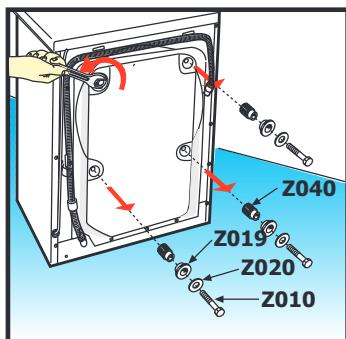

Fig. 1
- Avec une clé Allen de 10 mm, enlever le vis **Z010** et le rondelle correspondante **Z020**, la douille d'entretoise **Z019** et le entretoise de l'emballage **Z040** (voir fig. 1) ;